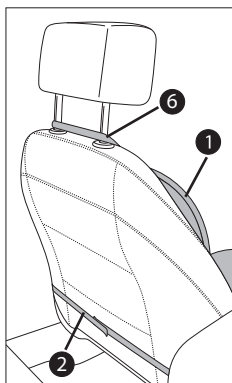

Fig. 2
- ▶ Se lo schienale è molto alto o largo fissare il coprisedile come è illustrato nella Fig. 2.
- ▶ Se l'autoveicolo è dotato di un airbag laterale, al momento del fissaggio del coprisedile **1** fare in modo che le cinture di fissaggio **6** siano passate sopra le barre del poggiatesta e non sulla parte superiore dello schienale (v. Fig. 2). In caso contrario verrebbe pregiudicato il funzionamento dell'airbag laterale!